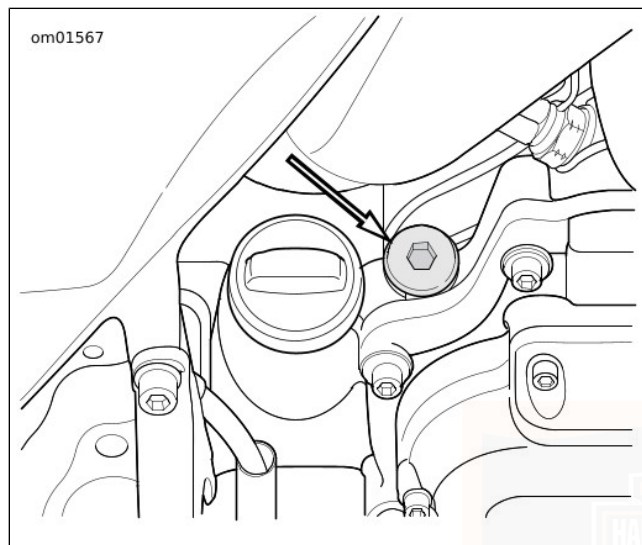

Figure 67. Emplacement du bouchon de remplissage/jauge de la transmission
2. Voir Figure 67. Déposer le bouchon de remplissage/jauge de la transmission. Essuyer la jauge.
1. Voir Figure 67. Retirer le bouchon de remplissage/jauge de la transmission.